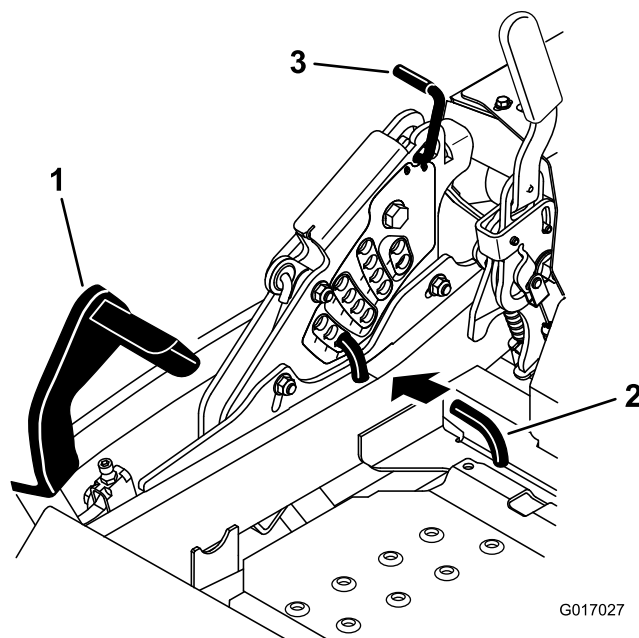

Figura 91
5. Premete completamente in avanti il pedale di sollevamento del piatto di taglio e quest'ultimo si bloccherà in posizione di trasporto a 14 cm (Figura 91).